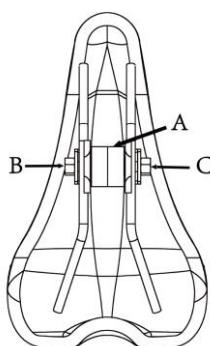

Figura 1
- Utilizzare la **Chiave** (n. 89) per allentare i 2 **Dadi** (n. B e n. C) sul **Sedile** (n. 21). Il lato rotondo del **Morsetto del Sedile** (n. A) deve essere orizzontale e sul fondo. Se non è sul fondo, ruotare il **Morsetto del Sedile** (n. A) in modo che il lato rotondo sia sul fondo. Se il **Morsetto del Sedile** (n. A) non si adatta al **Dispositivo di Scorrimento Seduta** (n. 20), allentare ulteriormente i 2 **Dadi** (n. B e n. C). (Figura 1)